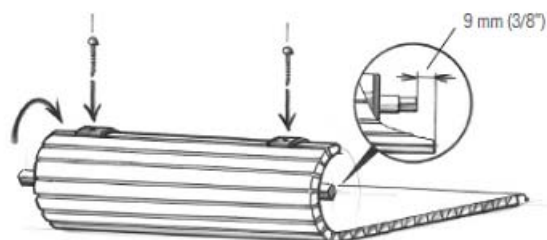

Fig. 6
3. Aligner le rouleau tensionneur et positionner le de façon à avoir une distance de 9mm (3/8") entre le profilé coté droit de la porte tambour et le coté rigide du rouleau tensionneur identifié "R" tel que montré à la FIG 6